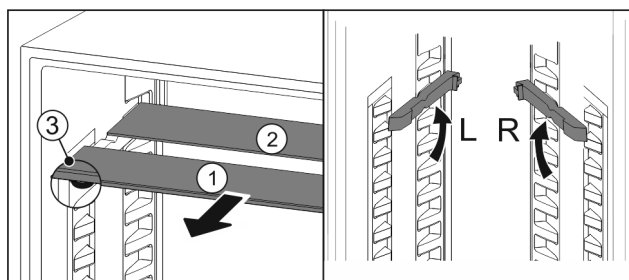

Fig. 99
- ▶ Steklene plošče posamično izvlecite Fig. 99 (1) naprej.
- ▷ Steklена plošča Fig. 99 (1) z okrasno letvijo je spredaj.
- ▷ Zaustavljalniki Fig. 99 (3) so obrnjeni navzdol.